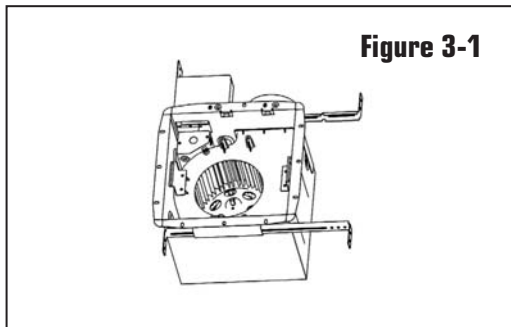
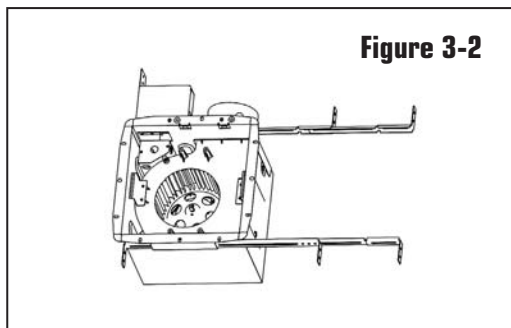

Figure 3-1
Figure 3-2
2. Retirer le couvercle du boîtier et poser les 3 supports sur le boîtier du ventilateur. (Figure. 3-1, Figure. 3-2).